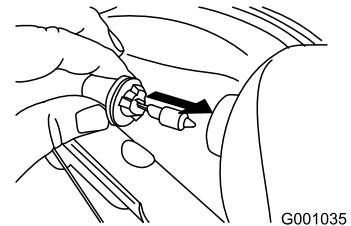

Bild 60
- Setzen Sie eine neue Glühbirne hinten am Scheinwerfer ein (Bild 60).